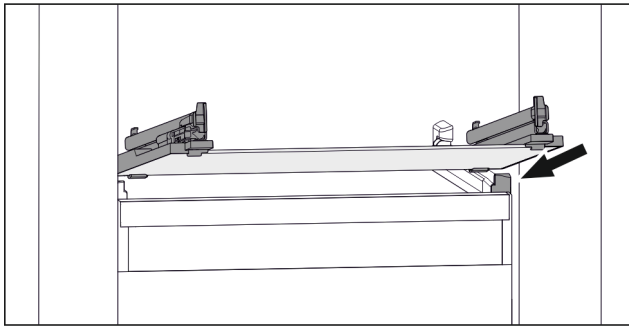

Fig. 112 Vejledende visning af glaspladen
- ▶ Sæt glaspladen skråt bag stoppene. (se Fig. 112)